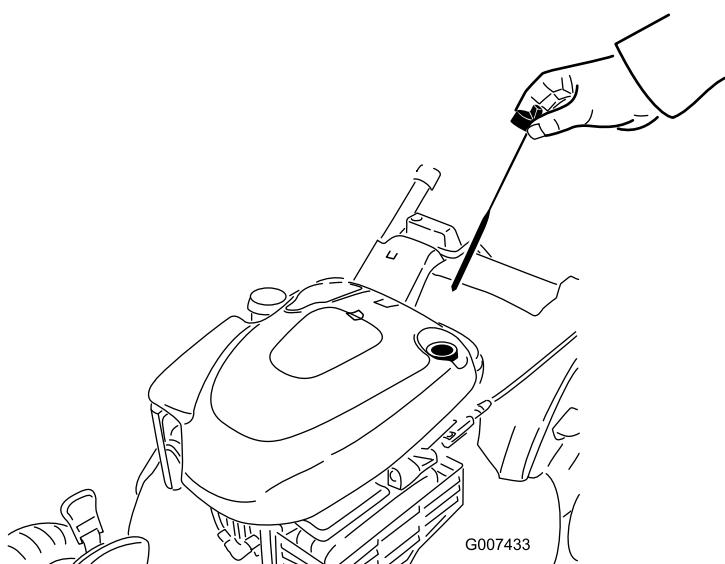

Figura 42
- Rimuovete l'asta di livello dal tubo di riempimento dell'olio (Figura 42).